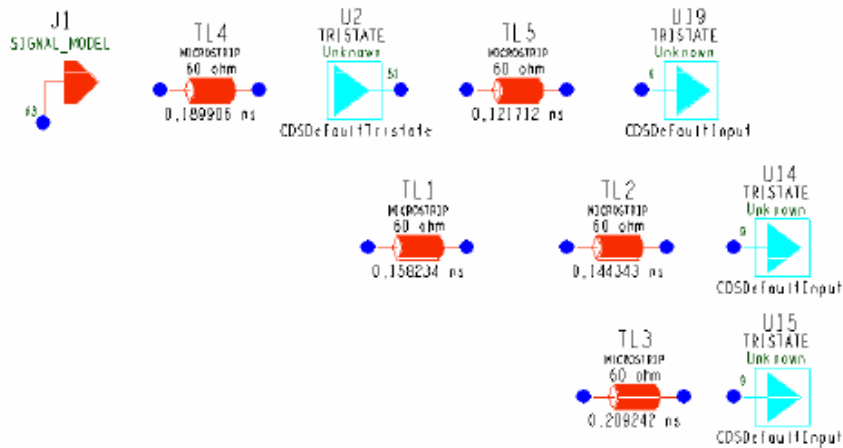

图 9-8 重排部件
8. 移动各个部件，并点击  按钮，再点击一个理想传输线，拷贝一条线，放在图中，如图 9-8 所示。